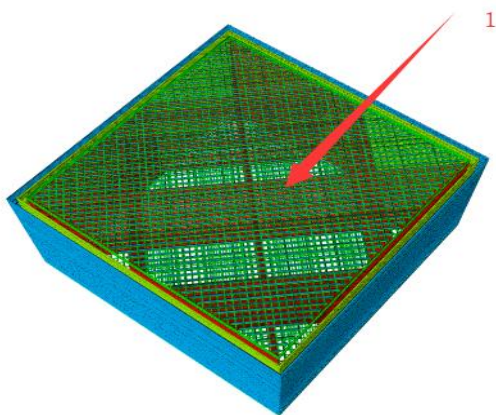
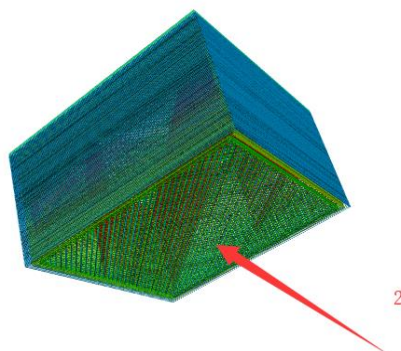

图 5, 上表面, 模型朝上的表面
图 6, 下表面, 模型朝打印平台的表面
(1) 表面速度 (单位 mm/s) : 表面即模型的上下表面如图 5、图 6, 这些表面的厚度由表面层厚度决定, 表面速度为这些上下表面的打印速度 (喷头一边挤出料丝一边移动时的移动速度)。速度越慢, 模型打印质量越好。建议速度范围为: 10-70mm/s